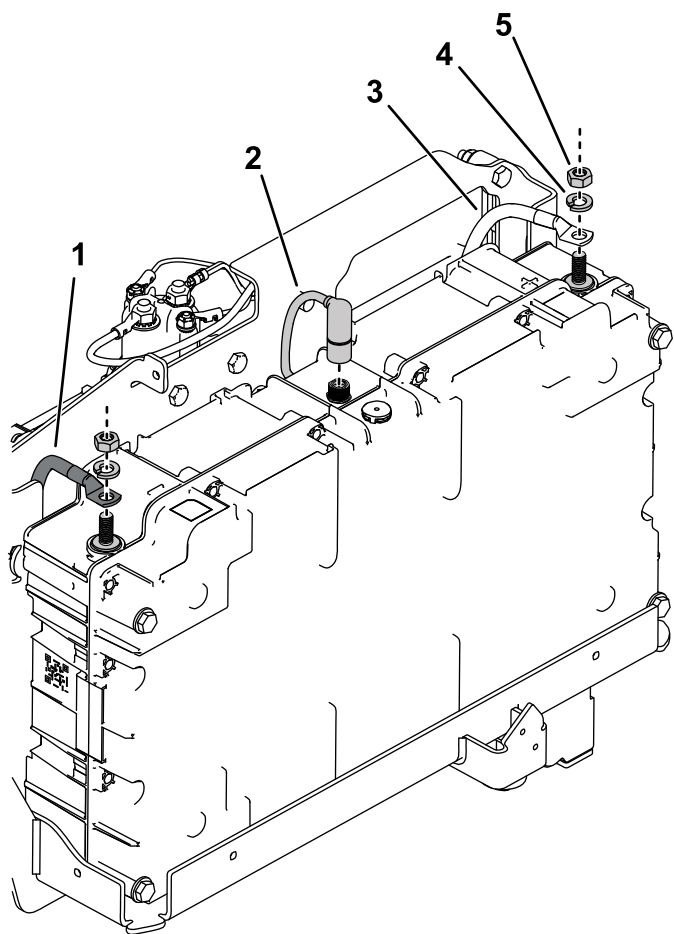

图 9
4. 将控制器电缆连接到电池顶部的连接器图 9。
5. 如图 9 所示将正极红色接线连接至正极+电池端子并用锁紧垫圈和六角螺母将其固定上紧六角螺母扭矩至 9Nm。
6. 如**图 9**所示将负极黑色接线连接至负极-电池端子并用锁紧垫圈和六角螺母将其固定上紧六角螺母扭矩至 9Nm。